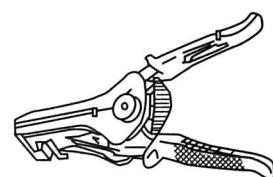

图 1-8 剥线钳
⑦ 剥线钳 剥线钳是专用于剥削较细小导线绝缘层的工具，其外形如图 1-8 所示。